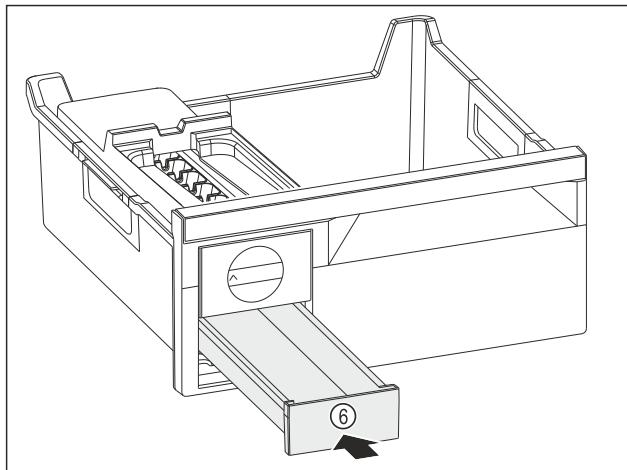

Fig. 79
- Вдвиньте выдвижной ящик для кубиков льда Fig. 79 (6).